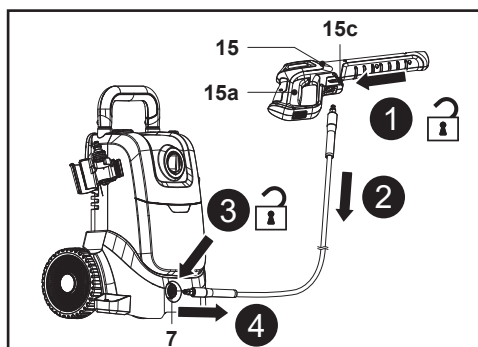

Rys. 5
1. Włożyć jeden koniec węża ciśnieniowego (14) do złączki do węża (7) w maszynie i wsuwać go aż do usłyszenia kliknięcia (rys. 5, krok 1).
3. Włożyć drugi koniec węża ciśnieniowego (14) do złączki do węża (15d) w pistolecie natryskowym (15) i wsuwać go aż do usłyszenia kliknięcia (rys. 5, krok 2).